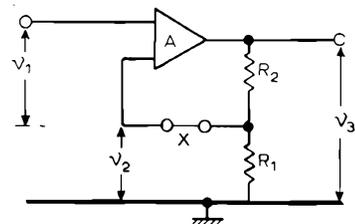
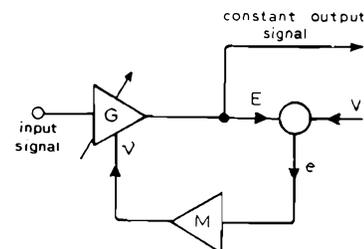

Figura 1 - Struttura di principio di un amplificatore a reazione negativa.
Figura 2 - Esempio di circuito di reazione negativa normalmente adottato nei sistemi di controllo automatico del guadagno.
In Figura 1 è riprodotto lo schema semplificato di un amplificatore a reazione negativa: di esso fa parte un amplificatore differenziale, funzionante con un guadagno specifico A, la cui tensione di uscita V_3 , corrisponde al prodotto
La Figura 2 mostra le caratteristiche del circuito di reazione che viene di solito usato nei sistemi di controllo automatico del guadagno e che differisce da quello di Figura 1: in questo secondo caso, il segnale di ingresso passa attraverso un amplificatore a guadagno variabile G e, solitamente dopo la rettificazione, questo segnale viene confrontato con la tensione di riferimento V.
Nel caso dei sistemi di controllo automatico del guadagno, ciò permette di determinare la precisione della funzione di controllo, come si può rilevare attraverso le due formule che seguono. Rispetto allo schema di Figura 2, abbiamo che
Figura 1 - Struttura schematica di un altoparlante di tipo magnetodinamico. E1 ed E2 sono i terminali della bobina mobile, A il magnete permanente, B la bobina, M il cono ed S il bordo del cestello metallico.
Come è chiaramente mostrato in Figura 1, i movimenti della membrana (M), normalmente definita col termine di cono e dovuti ai segnali elettrici forniti dall'amplificatore, mettono in agitazione la massa dell'aria che riempie l'ambiente in cui l'altoparlante funziona. Con questo sistema si ottiene la propagazione di variazioni di pressione, alle quali l'orecchio risulta sensibile.
Figura 2 - Rappresentazione schematica del principio di funzionamento dello strumento: all'uscita del generatore di segnali ad onde quadre viene applicato un partitore costituito dalla resistenza R e dall'impedenza Z, ai capi della quale viene misurata la tensione che viene poi trasformata nel valore di impedenza.
Per misurare con buona precisione l'impedenza di una bobina mobile, è possibile ricorrere a diversi sistemi: quello al quale ci riferiamo è illustrato dallo schema semplificato di Figura 2. Un generatore di segnali a corrente alternata, che funziona su una frequenza prossima a 1.000 Hz, è collegato ad un circuito in serie, comprendente una resistenza R di valore noto e l'altoparlante sottoposto alla prova, avente un'impedenza che indicheremo con la lettera Z. Il generatore impiegato deve essere in grado di fornire segnali di forma d'onda rettangolare, la cui ampiezza verrà rappresentata con il simbolo e_1 .
Quest'ultimo consiste nei transistori T_3 (NPN del tipo 2N914) e T_4 (NPN del tipo 2N1711). Questi due componenti sono associati tra loro secondo un circuito del tipo Darlington e funzionano con collettore comune, poiché la resistenza R_5 , del valore di 820 Ω , agisce da carico di emittore per lo stadio T_4 . La resistenza presentata da R nello schema di Figura 2 assume in questo caso la sigla di identificazione R_6 , che presenta il valore di 10 Ω e deve essere in grado di dissipare una potenza nominale di 1 W.